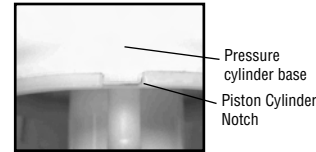

Figure 6
11. Assemblez dans l'ordre inverse de l'étape 6 à l'étape 2. Remarque : il y a une combinaison languette/encoche dans le cylindre de pression/cuve à utiliser pour l'alignement (fig. 6).